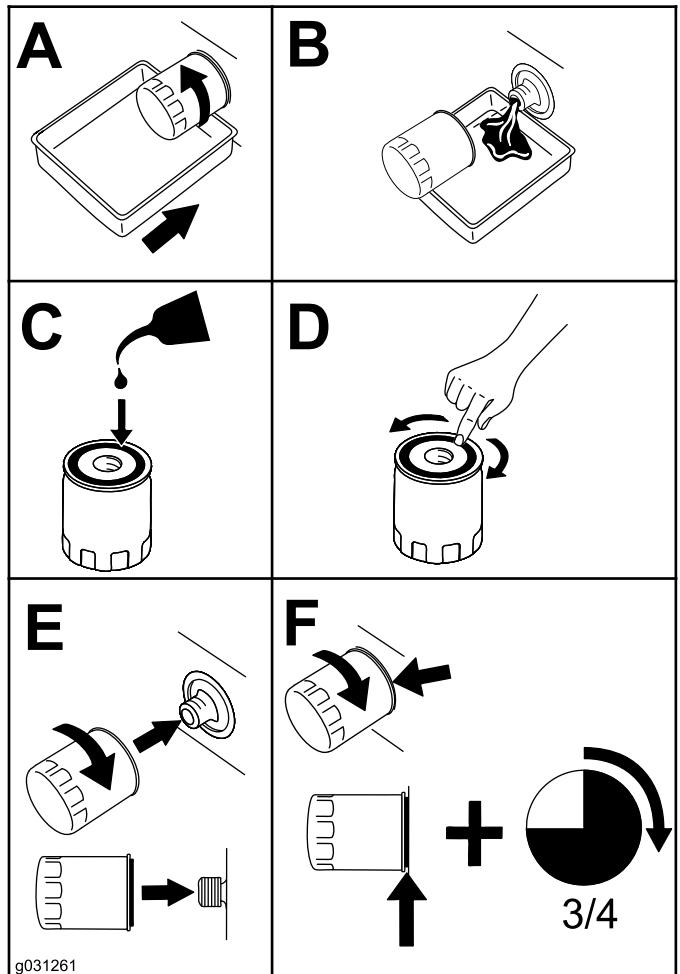

Figura 84
4. Substitua o filtro do óleo do motor (Figura 84).